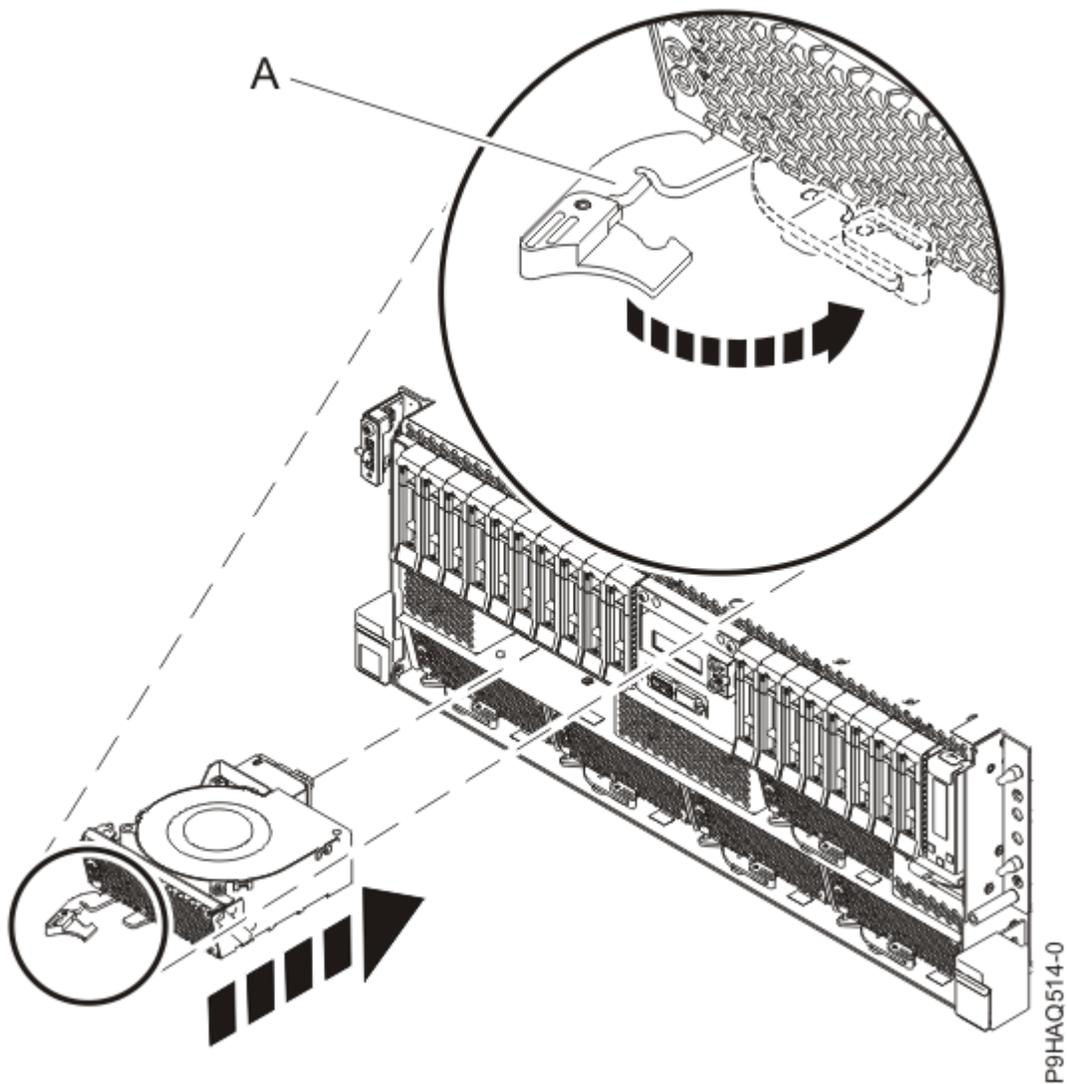

Abbildung 11. Lüfter im System austauschen
2. Stellen Sie sicher, dass der Lüftergriff **(A)** geöffnet ist (siehe Abbildung 11 auf Seite 14).
3. Stützen Sie die Unterseite des Lüfters mit der Hand ab und richten Sie dabei den Lüfter am Schacht aus. Schieben Sie ihn dann in das System hinein. Siehe Abbildung 11 auf Seite 14.
4. Drehen Sie den Lüftergriff (**A**) in die abgebildete Richtung und drücken Sie dann auf den Griff, bis die Verriegelung einrastet. Siehe Abbildung 11 auf Seite 14.